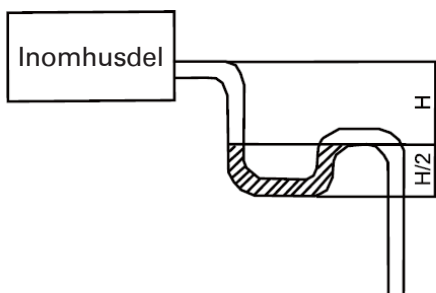

Fig.24
(5). Om inomhusdelen har ett högt luftflöde kan detta orsaka undertryck och resultera i återsugning av uteluft. Därför ska ett vattenlås av U-typ tillverkas på dräneringssidan av varje inomhusenhet. (Fig. 24)
(6) Installera ett vattenlås för varje inomhusdel.